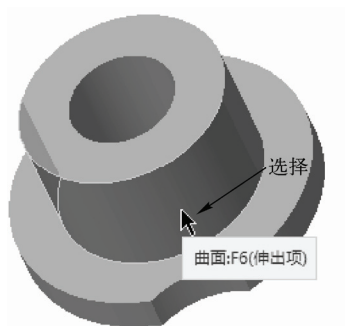

图 6-104 选择拔模面
STEP 03 打开“拔模”选项卡，在绘图区中选择需要拔模的面，如图 6-104 所示。